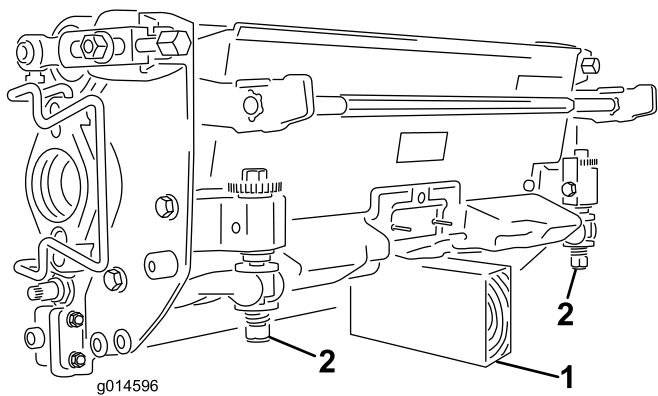

図 50
**重要** ベッドナイフやリールを見るためにカッティングユニットを立てる場合には、ベッドバー調整ねじのナットが床面に接触しないように、カッティングユニットの後ろ側をスタンドなどで支えてください 図 50。